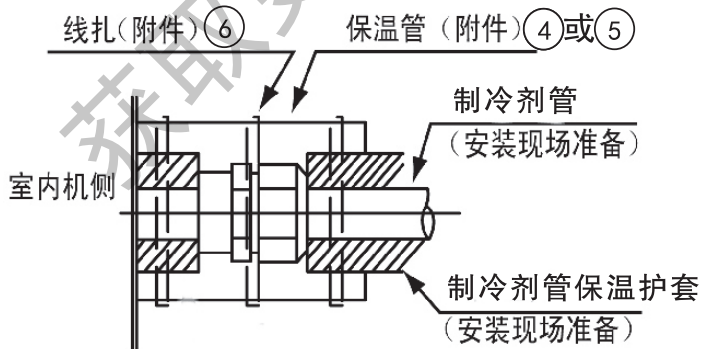

图18 管的保温
连接完制冷剂管后，用随机附带的保温管④和⑤将制冷管道保温，并用扎带⑥扎紧，见图18。